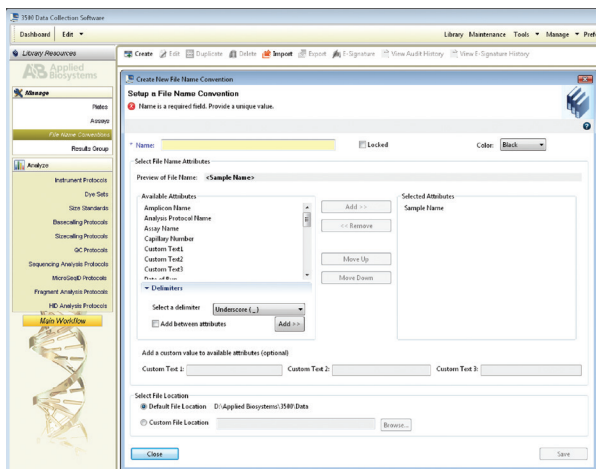

图7 创建“File name Convention”的窗口
6. 创建一个新的“File name Convention”（见图7），先点击“Library”，选择“File name Convention”，然后点击“Create”。或者选择以前一个“File name Convention”进行修改。